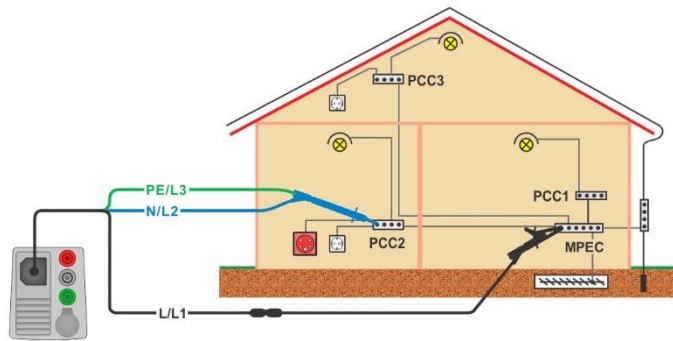

Abbildung 7.22: Anschluss des 3-Leiter Prüfadapters und des optionalen Verlängerungskabels
- › Schließen Sie die Prüfleitungen an, siehe **Abbildung 7.22**.